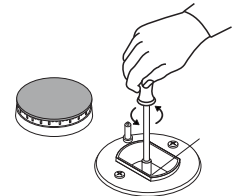

Abb.8
- die Düsen "A" (Abb.8) mit Hilfe eines 7 mm Steckschlüssels ausschrauben und durch die Düsen ersetzen, die einen geeigneten Durchmesser entsprechend der verwendeten Gasart gemäß nachstehender Tabelle 1 "Merkmale der Brenner und Düsen" aufweisen.